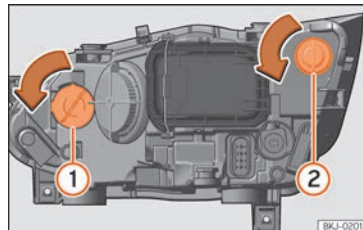

Abb. 56 Im Motorraum: Glühlampe Blinker ① und Glühlampe DRL-Licht [Tagfahrlicht] ②.
- Drehen Sie den Lampenträger »» **Abb. 56** ① oder ② nach links und ziehen Sie.